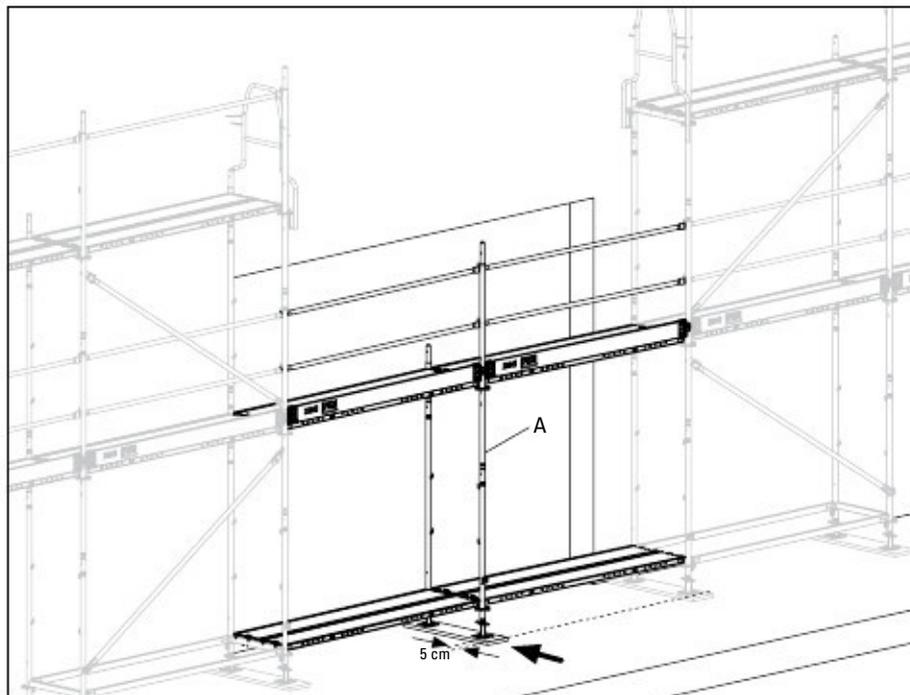

Fig. D4.01
1. Монтирайте спомагателно скеле за сглобяване на премостването. За да се улесни отстраняването на спомагателното скеле, колоната на рамката (A) в отвора се издига приблизително 5 см извън линията. (Fig. D4.01 + D4.01a)